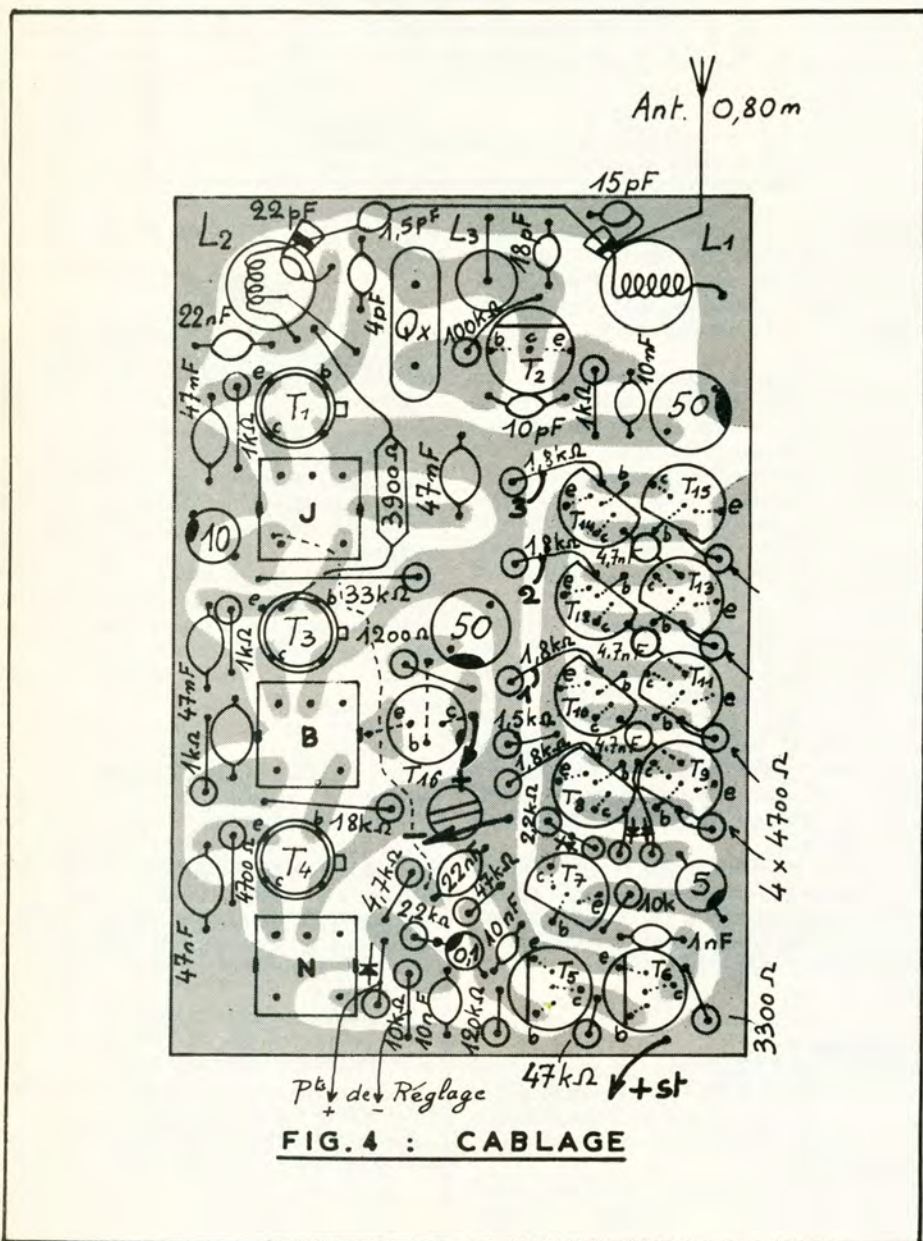

FIG. 4 : CABLAGE
4. **Pose des composants** (Fig. 4). Une vérification sérieuse des composants est vivement conseillée avant leur soudure.
Souder 2 fils (SM485) sur les points de réglage (voir Fig. 1 et Fig. 4). Les sortir par le passe-fil. En gardant 1 cm environ, prolonger par 2 résistances de 3 300 Ω . Relier au micro-ampèremètre 50 μ A.